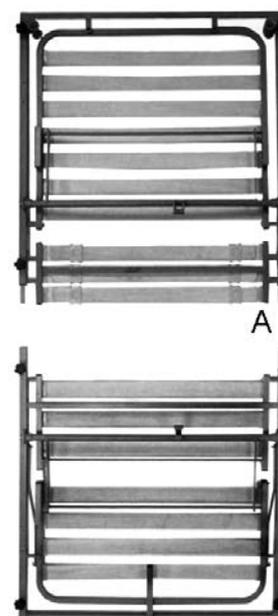

Figura 2
Ponga ambas partes del somier boca abajo en el suelo encarándolas. Introduzca las guías metálicas (A) por la parte que tiene la muesca mas alejada del extremo (según figura 2), dentro de la parte de la cabeza del somier (según figura 1) con los pomos de sujeción (figura 2).